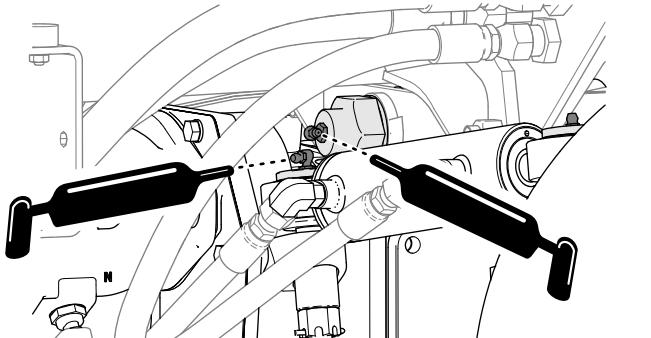

Figure 113
- Bague de pivot d'essieu arrière et vérin de direction; voir Figure 113